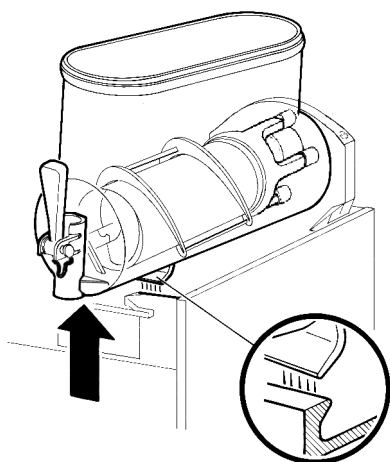

figura 5
- 2 Smontare il contenitore spingendone leggermente la parte inferiore (lato rubinetto) verso l'alto per liberarne gli agganci inferiori (vedere figura 5) e sfilandolo successivamente dal